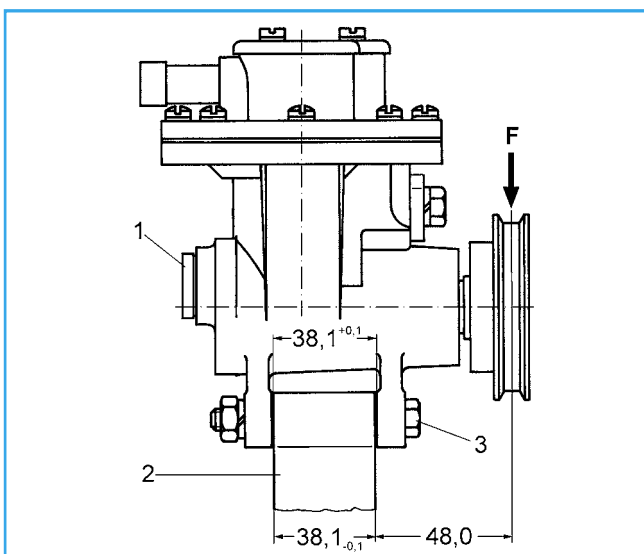

Fig. 3
Svitare con attenzione la vite di riempimento (1), fig. 3 e controllare se in posizione di montaggio ammessa fuoriesce appena dell'olio dal foro, eventualmente rabboccare. Stringere nuovamente la vite di riempimento con 25 Nm.
Per altri casi applicativi, fig. 3 e 4
Deve essere rispettata la posizione di montaggio prescritta in fig. 3 e 4, per garantire la corretta lubrificazione delle parti di azionamento.
In rif. alle fig. 3 e 4, misure in mm